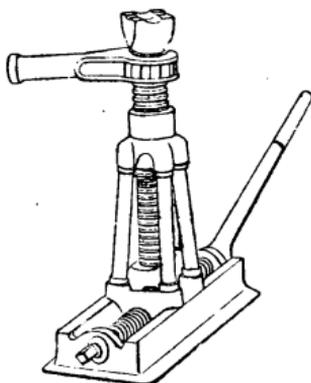

Fig. 726.
**Vérin.** — Machine pour soulever les fardeaux actionnée à la main par un levier à encliquetage (fig. 726) monté sur une vis en fer ou en acier prenant écrou dans la partie fixe. La vis est munie